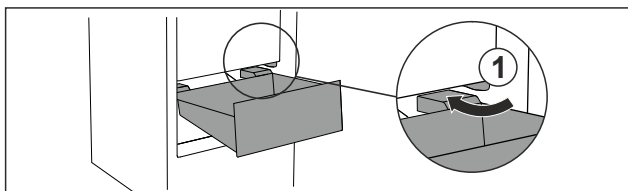

Fig. 115
- ▶ Vezesse el a fiókot ferdén az ütközők Fig. 115 (1) körül.